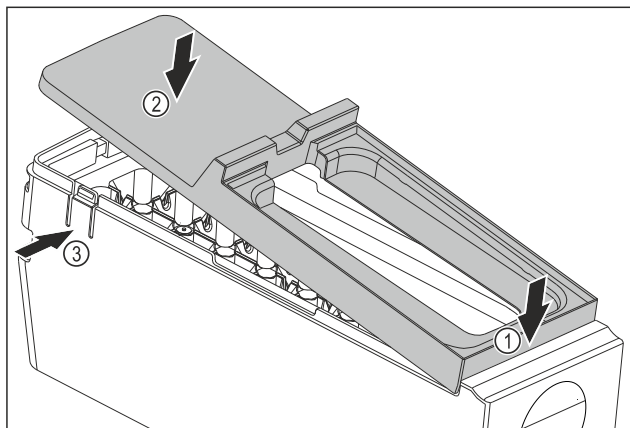

Fig. 147
- Monter le couvercle du corps de l'EasyTwist-Ice : Placer le couvercle à l'avant. Fig. 147 (1)
- Abaisser le couvercle à l'arrière. Fig. 147 (2)
- L'enclenchement du couvercle dans les deux languettes Fig. 147 (3) se fait entendre.